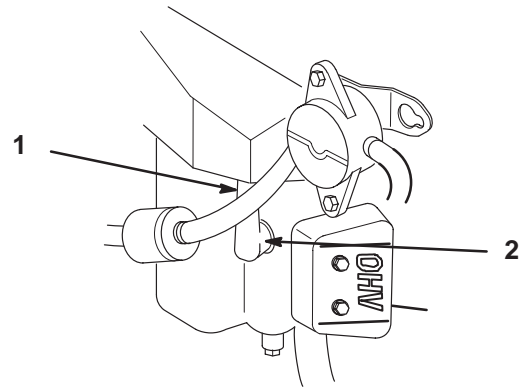

Figure 36
2. Débranchez les fils des bougies (Fig. 36). Nettoyez la surface autour des bougies pour éviter que des impuretés n'endommagent le moteur en tombant à l'intérieur.
3. Connectez les fils aux bougies (Fig. 36).